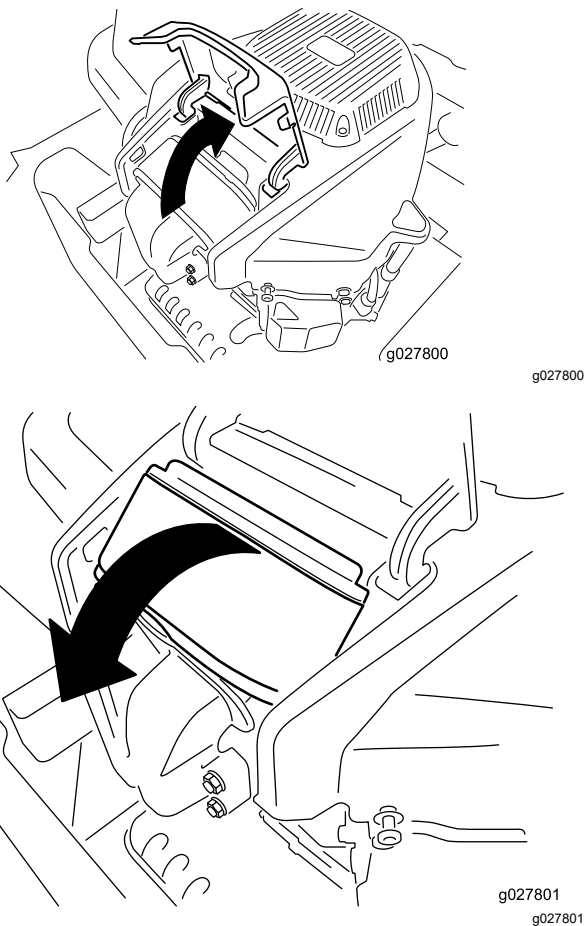

Figura 38
4. Eleve a cobertura e rode o conjunto do filtro de ar para fora do motor (Figura 38).